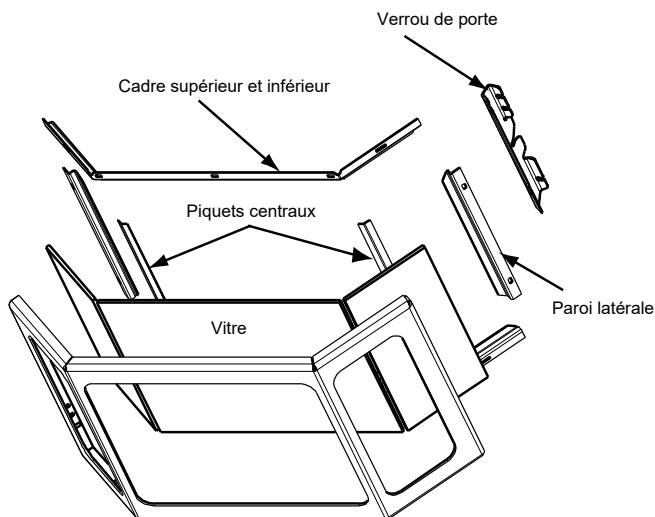

Figure 27.1
- b. À l'aide d'un conducteur à écrous, retirez les (5) écrous du bas et retirez le cadre en verre du bas (**Figure 27.1**).